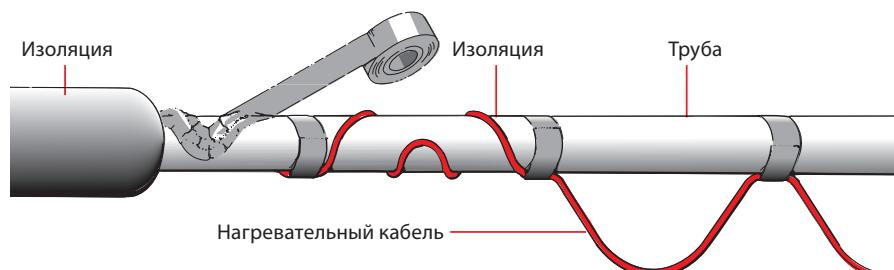

Рис. 9
2. Кабель крепится на трубе волнообразно или по спирали, см. Рис. 9.